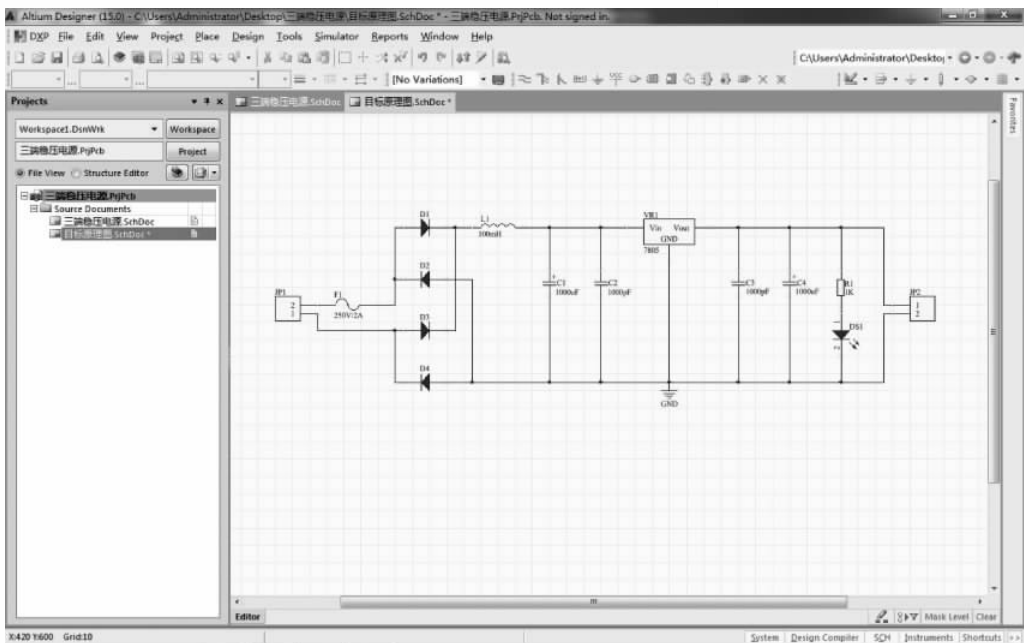

图 3-28 复制完成的原理图文件
(5) 在所需位置单击,完成原理图的复制操作,结果如图 3-28 所示。